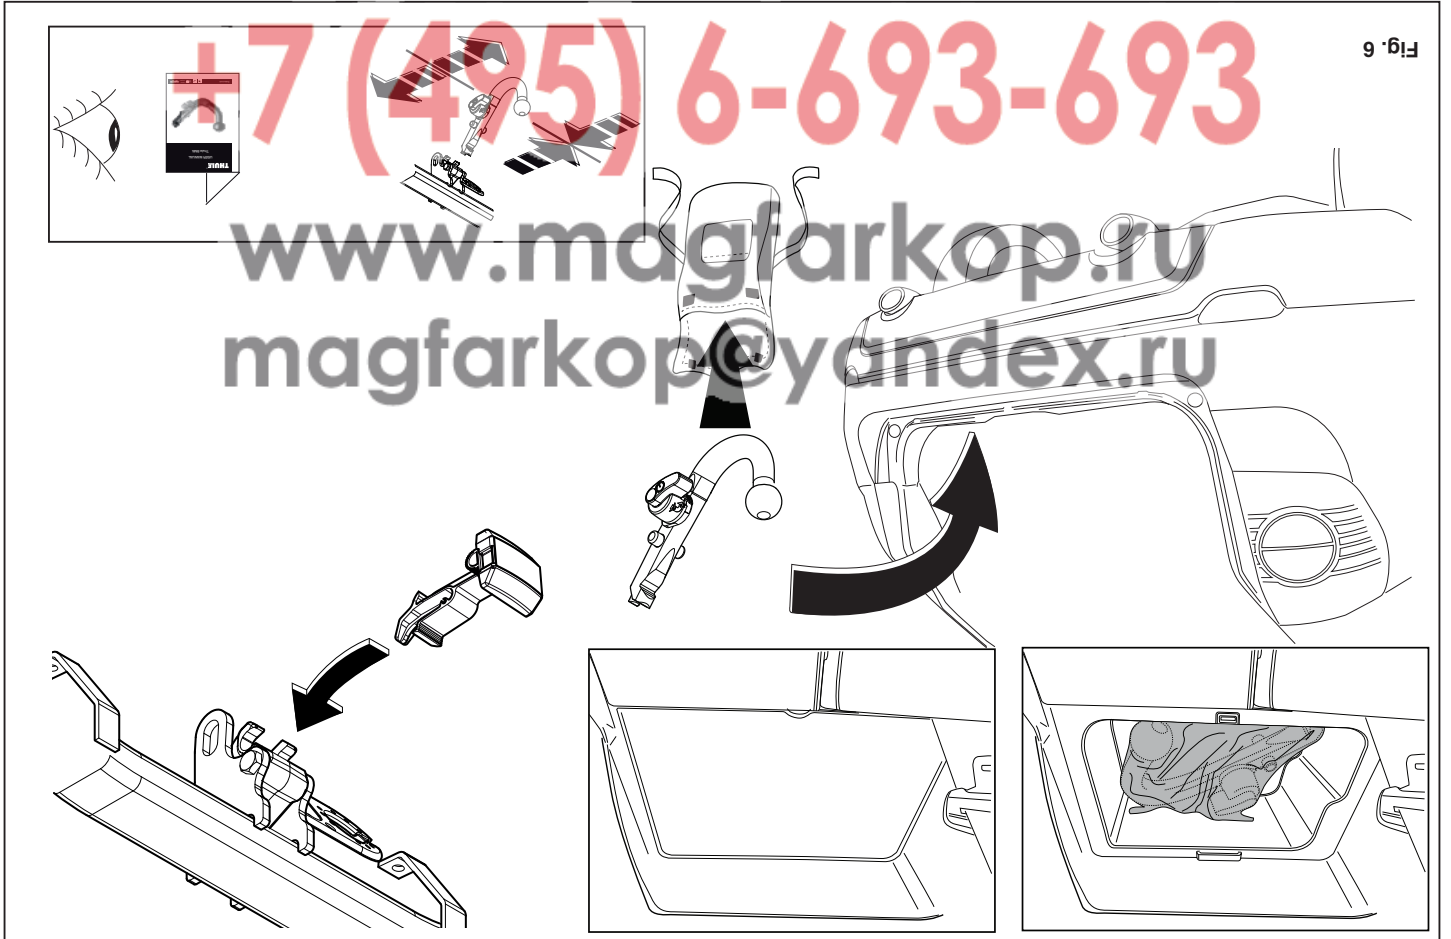

Fig. 6
19. After use the ball should be stowed away. See figure 6.
19. Nach Gebrauch muss die Kugel aufbewahrt werden. Siehe Abbildung 6.
19. Ranger la rotule après l'usage. Voir la figure 6.